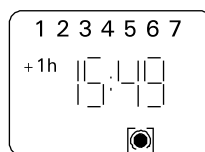

Рисунок 16
2. Следующее нажатие **блокирует режим включения**. Для обозначения данного режима на дисплее видны квадратные скобки. Режим исчезает следующими нажатиями кнопки. (Рис. 16)